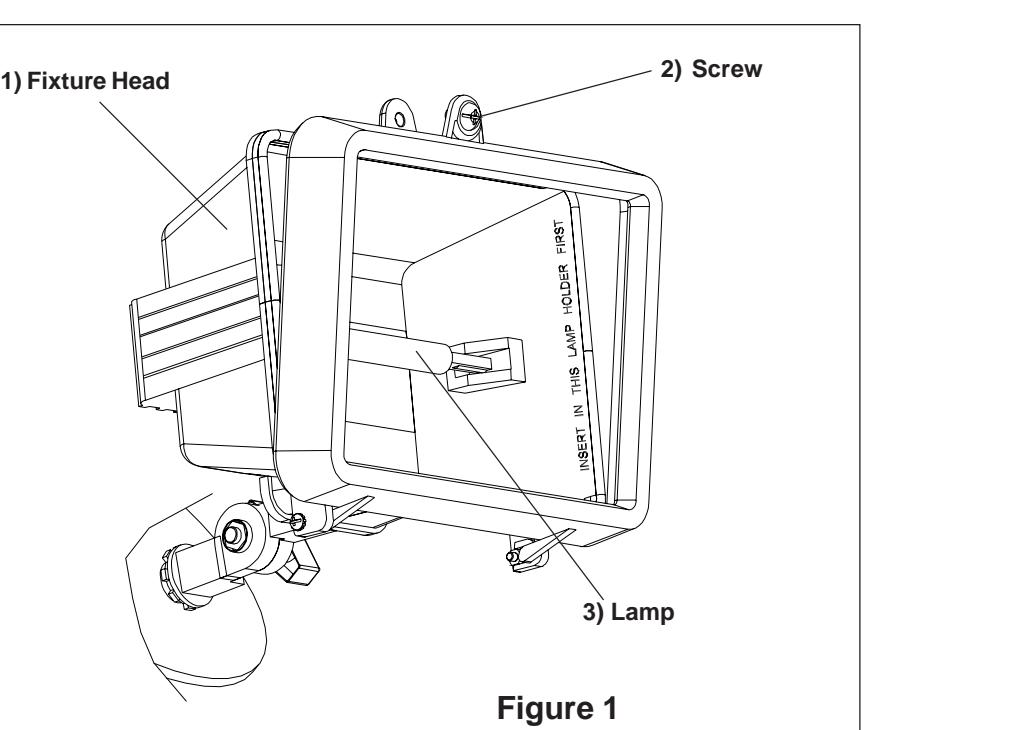

Figure 1
- Desserrer la vis (2) sur le dessus** de la tête de l'appareil (1) et ouvrir la porte du compartiment de lampe. **Voir la fig. 1.**
- Loosen Screw (2) on top of Fixture Head (1) and open Lamp compartment door. See Fig. 1.
- Afloje el Tornillo (2) encima de cabeza del luminario (1) y abra la puerta del compartimento de la lámpara. Vea. Fig. 1.